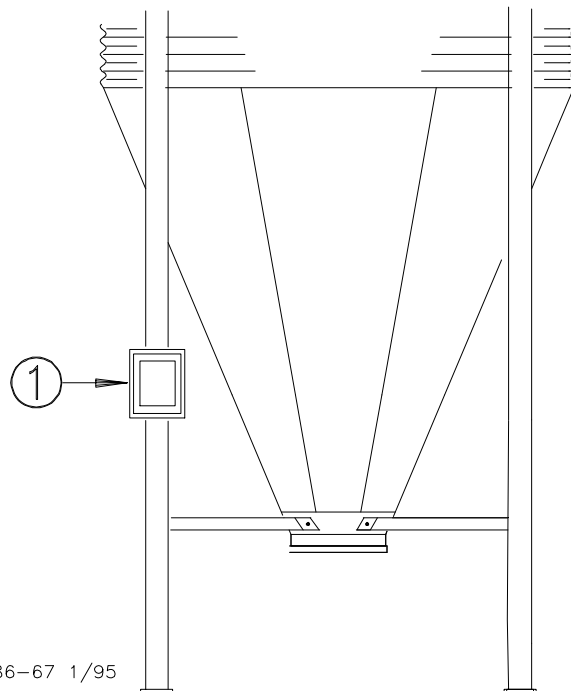

Figura 59. Montaje de la caja de empalme (vista lateral)
9. Montar la caja de empalme en la pata del silo, utilizando los herrajes provistos. Ver la Figura 59.